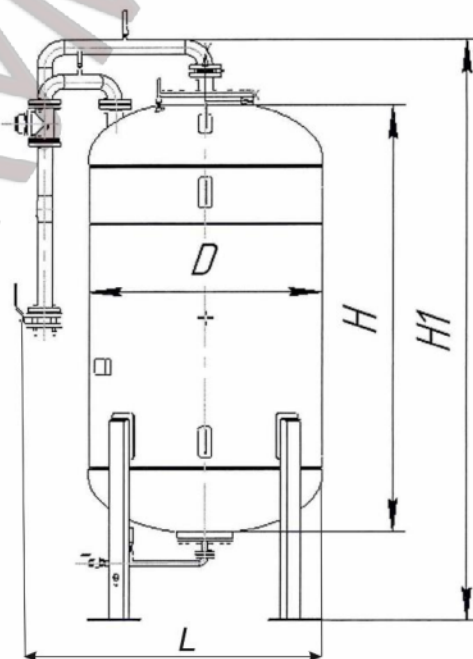

Рис.2
2.2. Габаритные размеры и масса приведены в таблице 2 и на рис.2 (вертикальное исполнение).